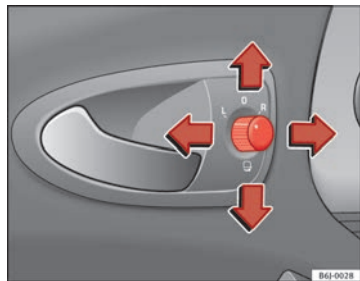

Fig. 70 Regolazione degli specchi retrovisori esterni
1. In primo luogo, ruotare la manopola $\Rightarrow$ fig. 70 portandola nella posizione **L (specchietto esterno sinistro)**.
- Per far ripiegare su se stessi gli specchietti esterni si deve ruotare la manopola $\Rightarrow$ fig. 70 portandola nella posizione . Si consiglia di richiudere sempre gli specchietti esterni quando si porta il veicolo all'autolavaggio, altrimenti potrebbero danneggiarsi.